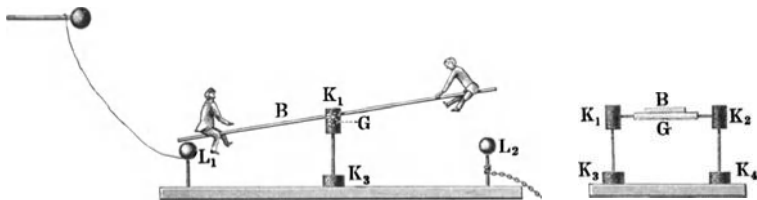

Fig. 126. Elektrische Brettschaukel.
Die elektrische Brettschaukel. (Fig. 126.) Auf einem Brette von etwa 20 bis 25 cm Länge ist eine Wippe aufgebaut. Alles an ihr ist möglichst leicht. Ein 2 cm breiter Streifen (B) aus Zigarrenkistenholz ist auf seiner unteren Seite mit Stanniol beklebt und stellt ein Brett dar. Quer unter seiner Mitte ist ein Glasröhrchen G mit Siegellack angeklebt, das auf beiden Seiten etwa 5 mm über das Brettchen hervorsteht. Es ist in der Seitenansicht deutlich zu erkennen. Durch dies Röhrchen geht die Achse in Gestalt einer Stopfnadel, die beiderseits in den Korken K_1 und K_2 befestigt wurde. Diese wieder stehen durch zwei Stopfnadeln mit den auf das Grundbrett geleimten Korken K_3 , K_4 in Verbindung und bilden so mit diesen zusammen einen ausreichend festen Boß für die Schaukel. Unter den Enden des Brettchens stellt man in gleicher Höhe, doch so, daß das Brett sich noch um 2 oder 3 cm bewegen kann, zwei Metallkugeln auf. Reihposten